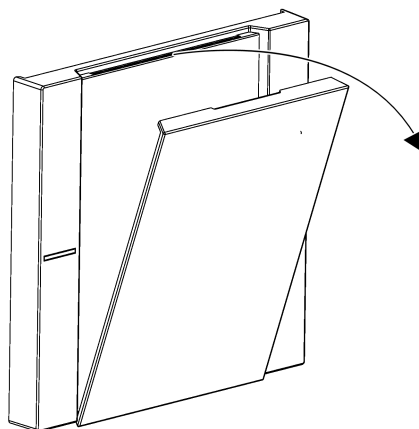

рисунок 10: Снятие крышки поля для надписи
- Потянув с одной стороны за выемку, снимите крышку поля для надписи с клавиши (см. рисунок 10).